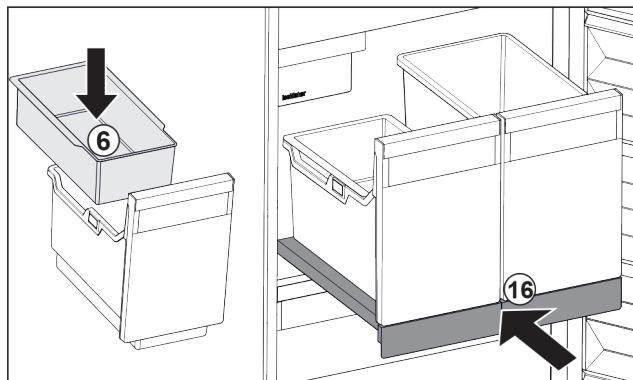

Fig. 96
- Umetnite ovjesnu posudu Fig. 96 (6) za kockice leda.
- Gurnite izvlačnu ploču sa spremnikom (IceTower). Fig. 96 (16)